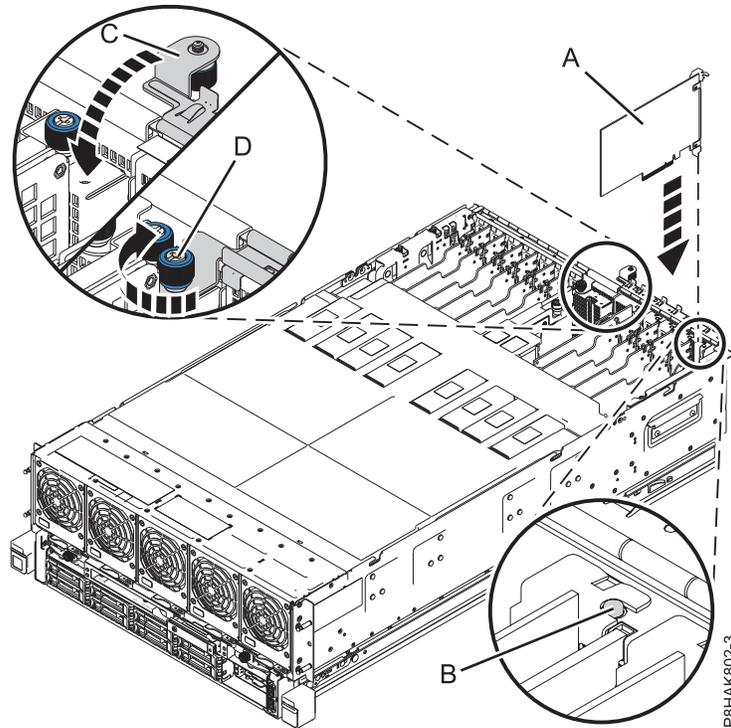

Figura 8. Instalación o sustitución de un adaptador PCIe en el sistema 8408-44E o 8408-E8E
6. Sujete con cuidado el adaptador por el borde superior o la contrapunta, y alinéelo con la ranura y con el conector de la placa del sistema (A), como se muestra en la Figura 8 en la página 13.
7. Sujete con cuidado el adaptador por el borde superior o la contrapunta, y alinéelo con la ranura y con el conector de la placa del sistema (A), como se muestra en la Figura 8 en la página 13.
9. Asegúrese de que la muesca de la contrapunta encaje con la patilla en el chasis del sistema. Consulte (B) en Figura 8 en la página 13.
10. Cierre la pieza de sujeción de retención de E/S (C) haciéndola girar y, a continuación, apriete el tornillo cautivo (D) hasta que quede bien atornillado en el chasis del sistema. Consulte la Figura 8 en la página 13.